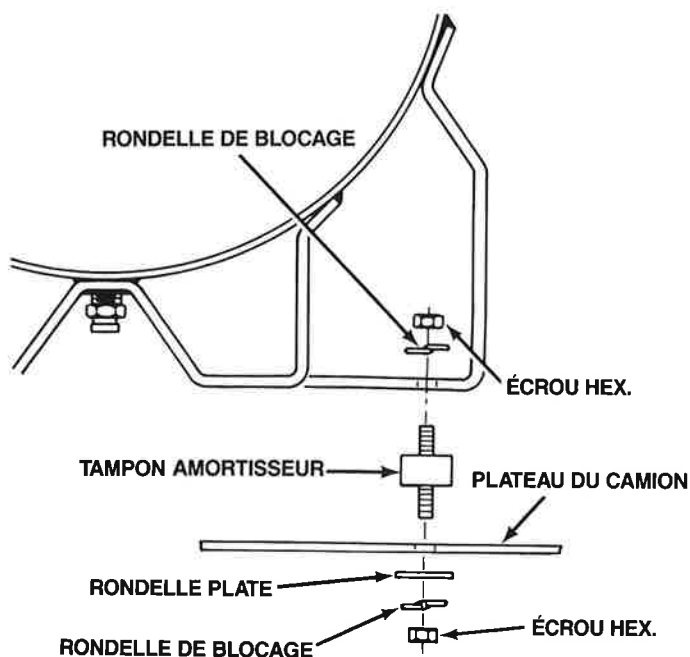

Figure 2
2. Placez les tampons amortisseurs comme montré fig. 2. Mettez une rondelle plate sous le plateau du camion et, dessous, une rondelle de blocage et un écrou.